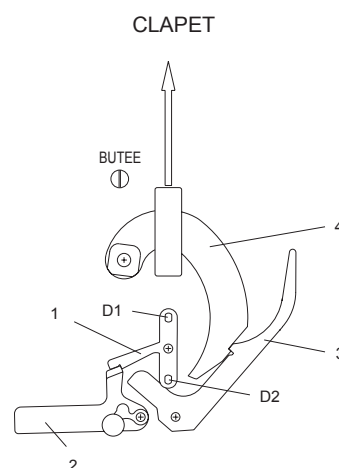

Figure 14. Mécanisme
FONCTIONNEMENT (BM) (Figure 14)
- Déclenchement manuel du clapet de sécurité (figure 14).
- Appuyer manuellement sur le doigt D1 ou D2 du déclencheur (rep. 1, figure 14) **parallèlement à l'axe** du BMS.